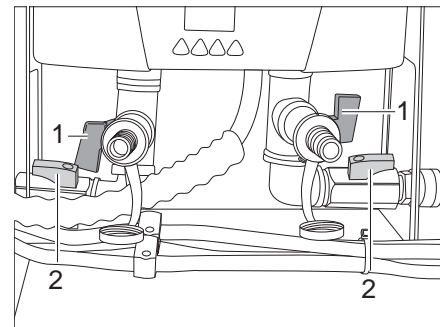

Fig. 184 Chauffe-eau instantané
- Fermer les vannes de vidange rouges (Fig. 184,1).
- Ouvrir les vannes noires (Fig. 184,2).